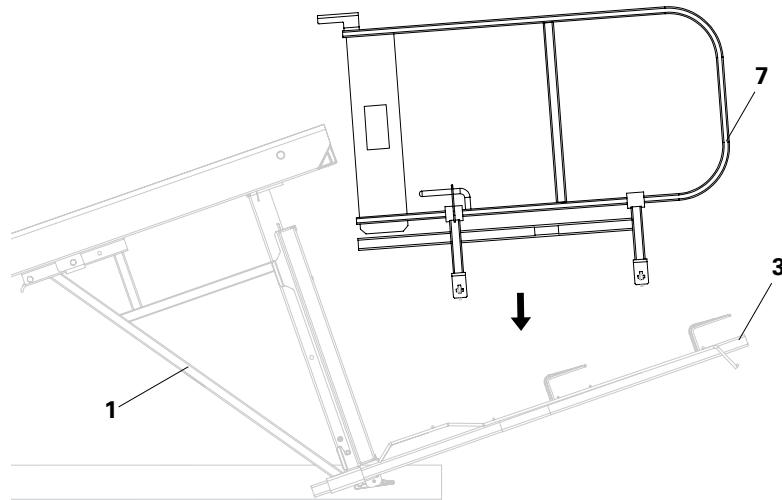

Fig. A8.01
2. Placer le portillon d'about MXK (7) sur le montant de garde-corps MXK (3). (Fig. A8.01 + A8.02 + A8.03)